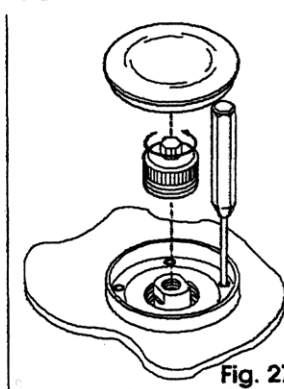

Fig. 27
- 2) Zdjąć osłonę otworu i odkręcić całkowicie pokrwykę śruby regulacji sprzęgła jak na rys.27.